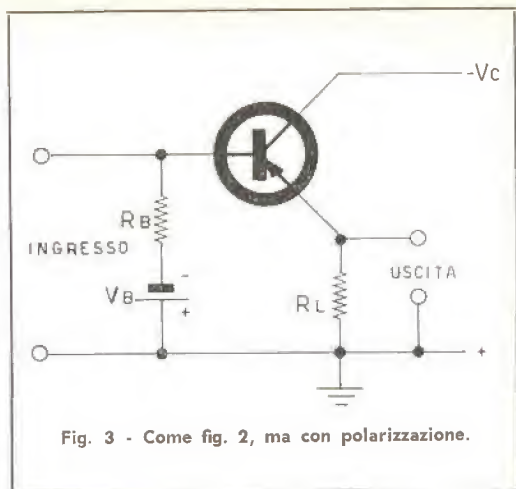
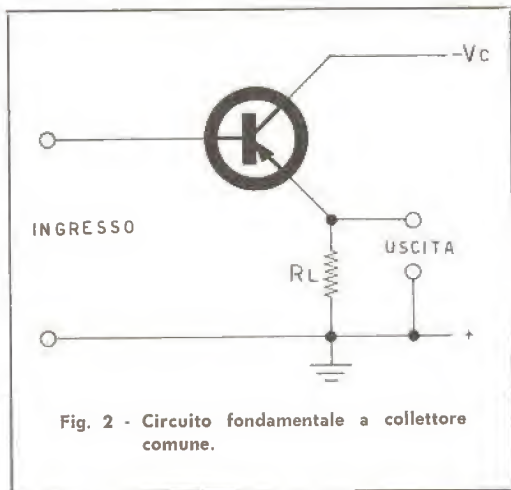

Fig. 3 - Come fig. 2, ma con polarizzazione.
Fig. 2 - Circuito fondamentale a collettore comune.
Ciò premesso, entriamo nel vivo del problema e scartiamo senz'altro i circuiti fondamentali a emittore comune e a base comune, i meno adatti per i nostri fini. Analizzeremo così il solo circuito a collettore comune riportato in forma fondamentale nella fig. 2. Tale disposizione per sua natura presenta la più elevata impedenza d'ingresso; e vedremo che ci saranno possibili brillanti soluzioni. Nel circuito a collettore comune (fig. 2) l'impedenza d'in-
Quest'espressione semplicissima (molto usata nella pratica) ci dice che l'impedenza d'ingresso del circuito di fig. 2 è pari al prodotto del guadagno in corrente del transistor, β , per l'impedenza di carico, R_L . Quindi il nostro problema, in base alla (2), si risolve scegliendo opportunamente alti β e R_L . A esempio con $\beta=150$ e $R_L=3.000$ ohm, si avrebbe un'impedenza d'ingresso di 450.000 Ω in molte applicazioni più che sufficiente.
Alla fine di questo articolo otterremo appunto le migliori soluzioni con transistori planari. Fin qui abbiamo trattato del circuito di fig. 2, evidentemente incompleto. Nella pratica si presenterà la necessità di polarizzare opportunamente la base del transistor, onde portarlo a funzionare nella regione prevista. Una semplice resistenza R_B collegata a una tensione negativa conseguirà lo scopo. Ma il circuito di fig. 3 non è più quello di fig. 2 e la relativa